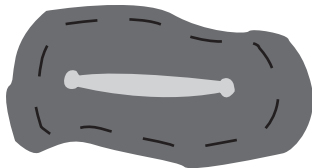

Рисунок 4 – Устранение концентраторов напряжения
2. После зачистите поврежденный участок шины или камеры при помощи пневматической шлифовальной машинки. Если повреждение имеет форму пореза или трещины, на концах вырезать небольшие отверстия (снять напряжения) (рис. 4).